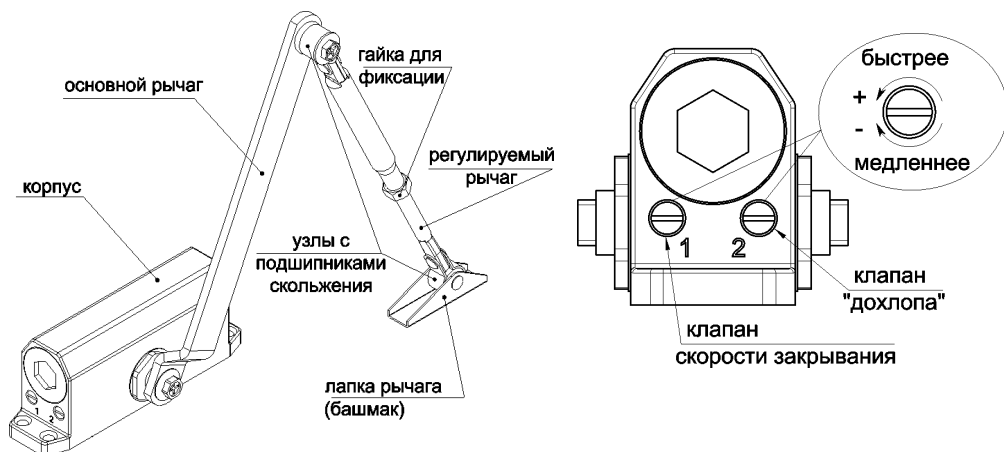
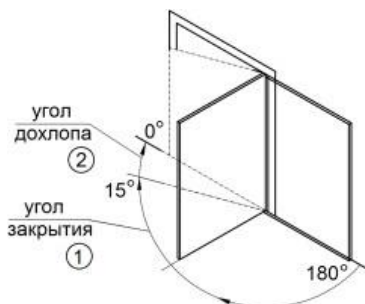
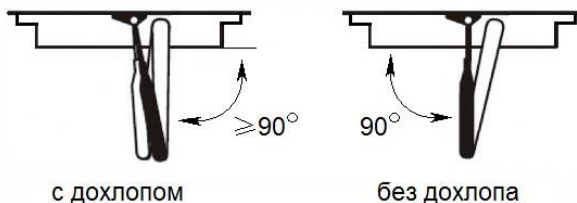

Рисунок 1 – Внешний вид и элементы конструкции
Рисунок 3 – Регулируемые зоны закрытия двери
Рисунок 4 – Регулировка закрытия двери путём взаимного расположения обоих рычагов
- Схему, по которой дверь будет закрываться в двух зонах (см. рисунок 3), можно регулировать клапанами 1 и 2 (см. рисунок 1) при помощи отвёртки. Скорость и усилия во второй зоне должны быть немного большими для того, чтобы дверь захлопнулась. Подобную регулировку можно осуществить также взаимным расположением рычагов рычажной системы относительно дверного полотна (см. рисунок 4).